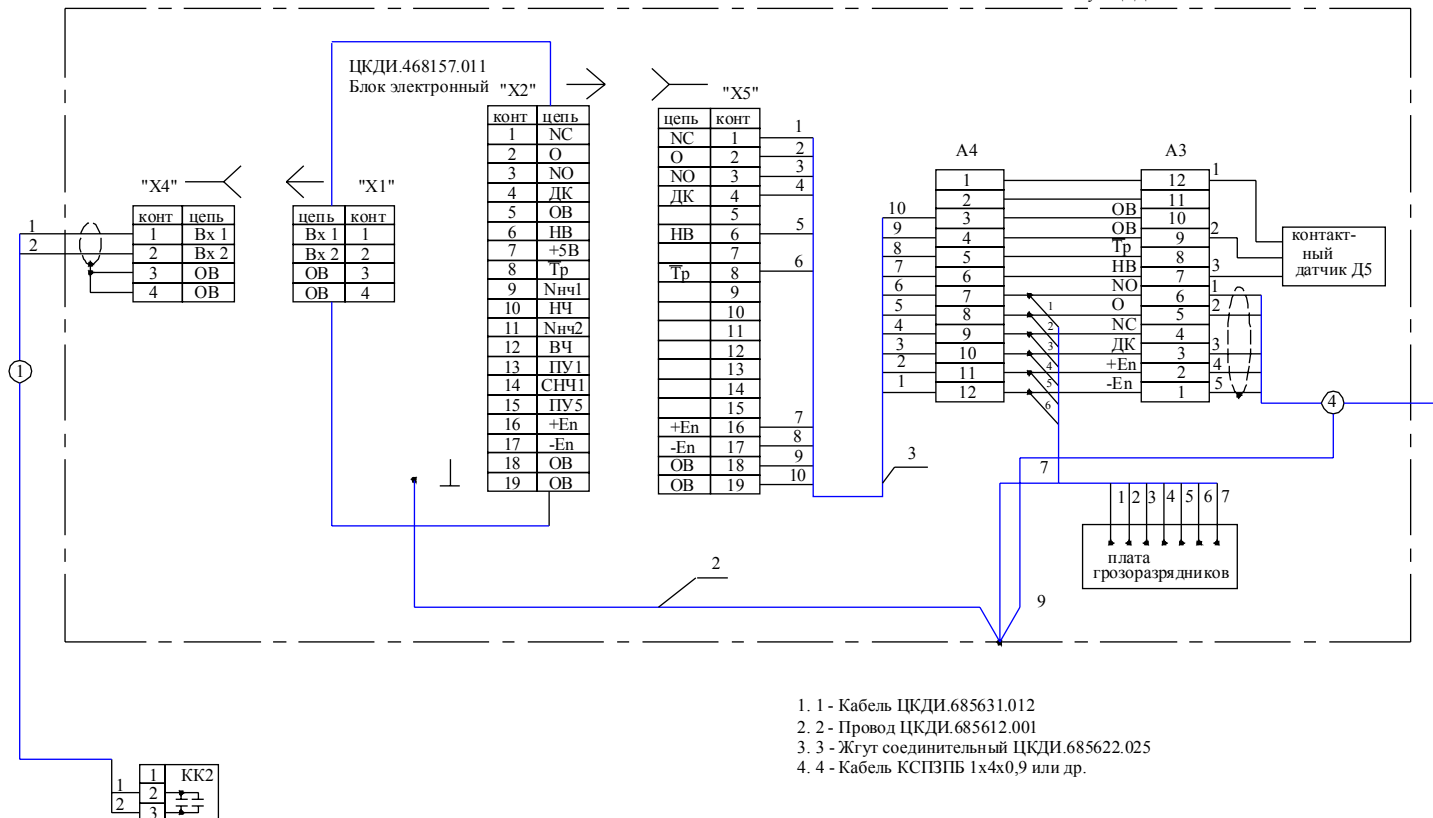

Рисунок 3.1
3.3.5 Подсоединить к соединителю Х2 БЭ (рисунок 2.2) жгут соединительный ЦКДИ.685622.025. Другой конец жгута подсоединить к контактам колодки А4 (рисунок 3.1). Проводом ЦКДИ.685612.001 соединить основание кожуха с корпусом БЭ (зажим \perp).